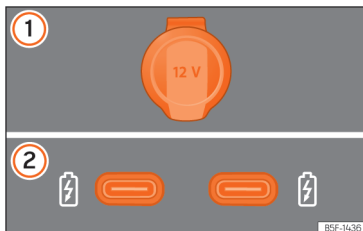

Fig. 163 Preses de corrent de 12 volts del vehicle.
»» fig. 163
En funció de l'equipament i del país, el vehicle pot disposar també de connectors USB amb funció **exclusivament de càrrega o presa de corrent** »» fig. 163 ②.